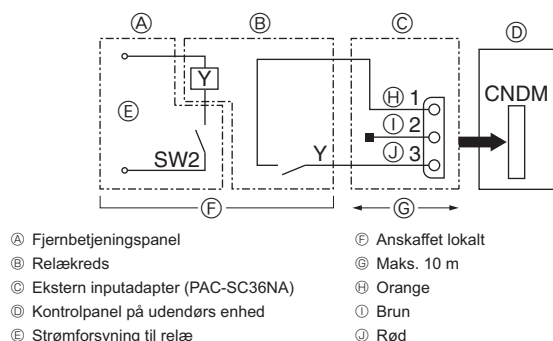

Fig. 9-2
① Afslut kredsløbet som vist ved anvendelse af den eksterne inputadapter (PAC-SC36NA). (Sælges separat)
9.2. Efterspørgselsfunktion (ændring på stedet) (Fig. 9-2)